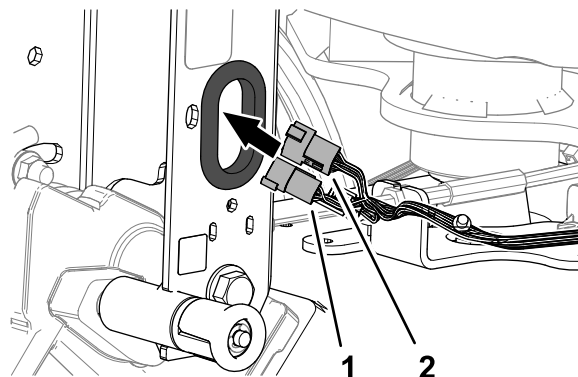

Figura 8
1. Instradate il connettore a 6 pin e il connettore a 12 pin del cablaggio preassemblato della macchina attraverso la boccola nel canale della maniglia (**Figura 8**).